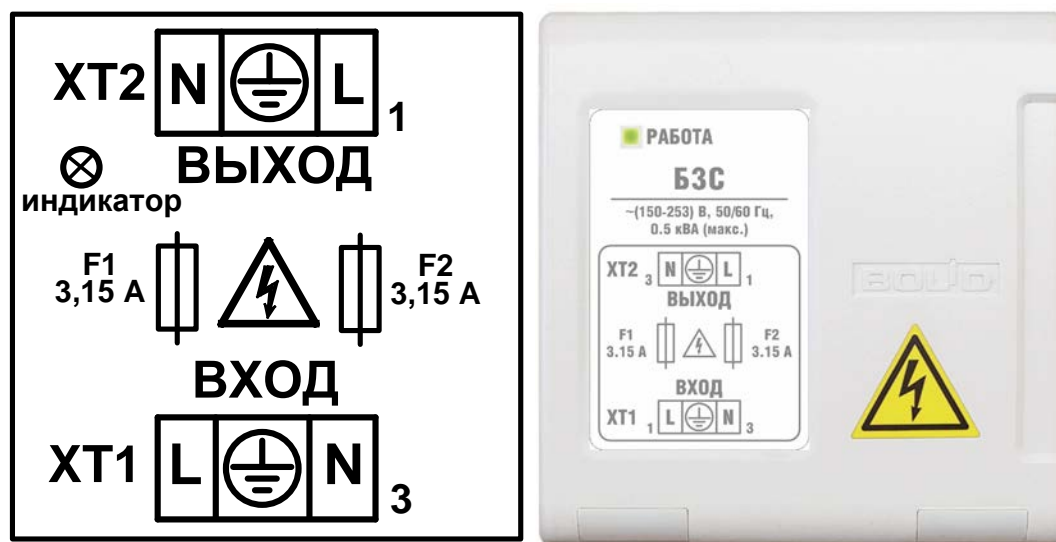

Рисунок 1
2.2.2.1 БЗС представляет собой автономное устройство, печатная плата которого размещена в корпусе. Корпус состоит из двух частей: верхней крышки и основания, к которому крепится плата. На плате расположены входная и выходная соединительные колодки (ХТ1 - «ВХОД», ХТ2 - «ВЫХОД»), два предохранителя, элементы защиты и светодиодный индикатор (см. рис. 1).